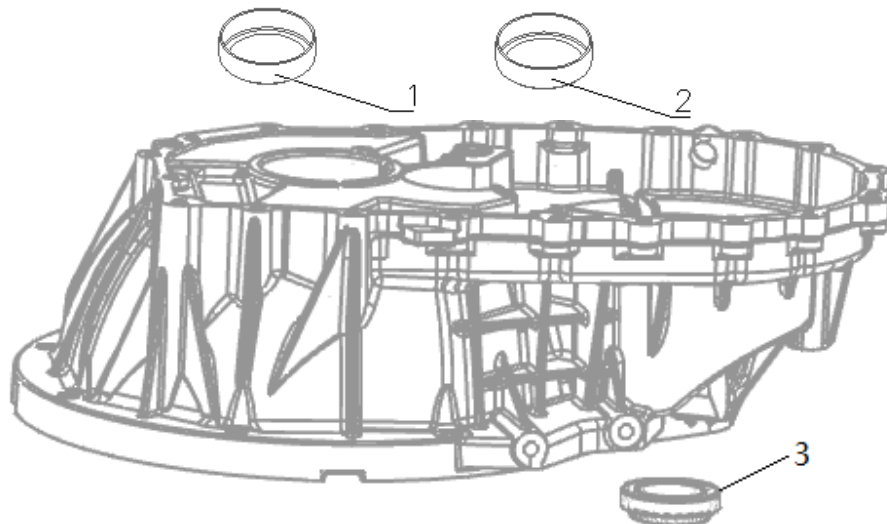

图19
c) 用专用工具将圆锥滚子轴承外圈（1）、（2）从前箱体中取出，检查表面磨损是否严重，如果磨损严重，成套更换圆锥滚子轴承；检查差速器油封（3）是否完好，如果有损坏，将差速器油封（3）从前箱体上取下并更换完好的差速器油封（见图19）